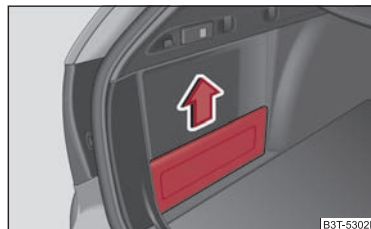

Fig. 33 Scomparto laterale non richiudibile
- Afferrare la parte superiore della copertura ed estrarla con cautela nel senso della freccia ⇒ fig. 33.